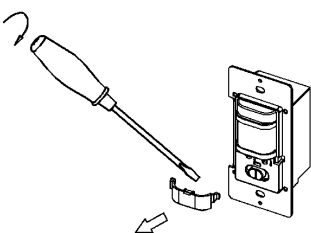

Figura 2
- Tendrá acceso a los controles de ajuste. Modifique los parámetros de TIME (tiempo) y LUX (nivel de iluminación) según sea necesario (Figura 2).